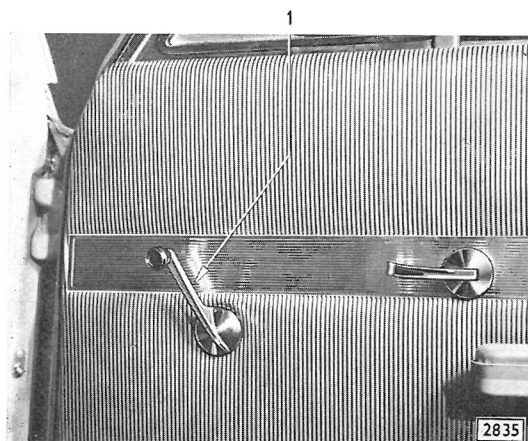

Bild 41 - Günstige Stellung der Fensterkurbel an Vordertür: bei geschlossenem Tür-Fallfenster steht Kurbel etwa 45° schräg nach vorn oben
4. Fensterkurbel auf Zapfen des Kurbelantriebes so aufsetzen, daß sie etwa 45° schräg nach vorn oben steht (Bild 41). Beim Fest-